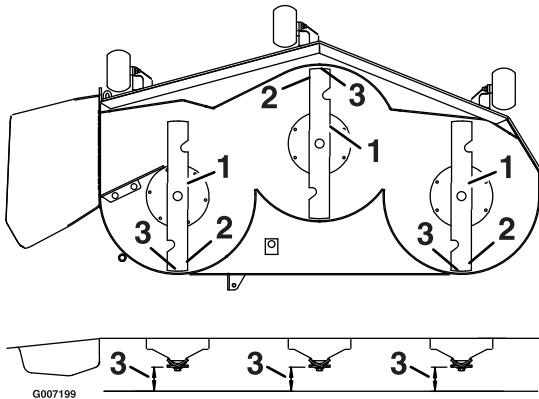

Figure 70
3. Faites pivoter les lames avec précaution pour faire passer les pointes avant à l'arrière (Figure 70).
4. Mesurez la distance entre la pointe de la lame avant et la pointe de la lame arrière par rapport à la surface plane (Figure 70). Si la pointe avant de la lame n'est pas de 1,6 à 7,9 mm plus basse que la pointe arrière, poursuivez la procédure de mise à niveau du plateau de coupe.